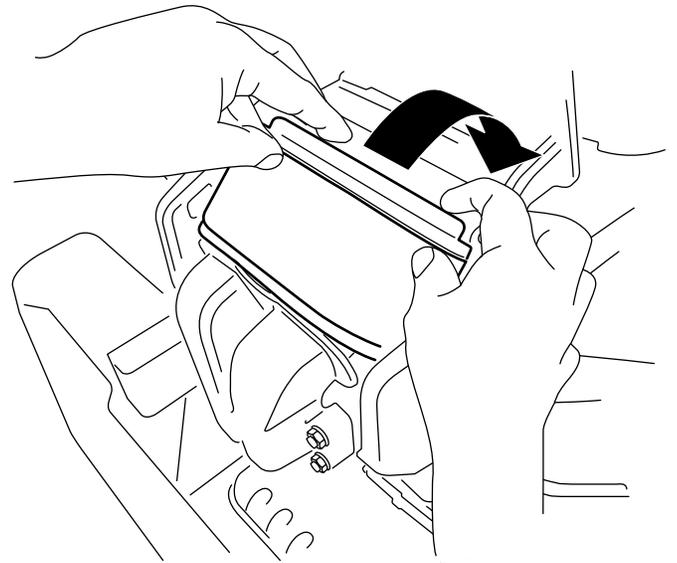

Bild 43
3. Drehen Sie den Filter nach unten in die Kammer und führen ihn vollständig gegen den Verteiler ein (Bild 43).